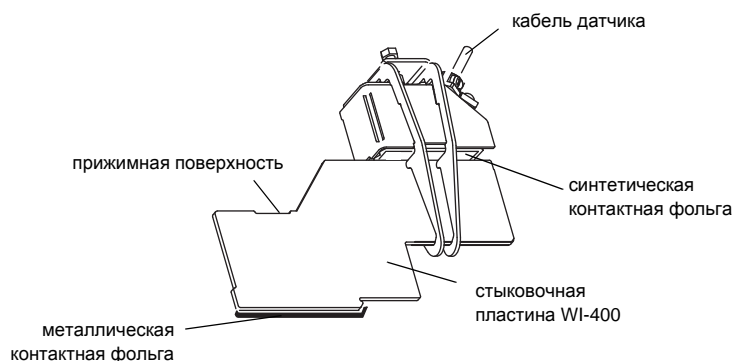

Рис. 3.9: Стыковочная пластина в креплении датчика
- Нанесите немного контактной пасты или синтетическую контактную фольгу на контактную поверхность стыковочной пластины со стороны датчика (смотри Рис. 3.9).
- Вставьте стыковочную пластину в крепление датчика. Кабель датчика должен быть направлен в сторону внешней стороны стыковочной пластины (смотри Рис. 3.9).
- Разместите контактную фольгу по всей контактной поверхности стыковочной пластины. Загните концы контактной фольги за крепежные выступы стыковочной пластины (смотри Рис. 3.9).
- Сдвиньте стыковочную пластину с установленным датчиком в прорезь для стыковочной пластины на креплении к трубе до тех пор, пока прижимная поверхность не окажется под прижимным винтом крепления к трубе (смотри Рис. 3.9).